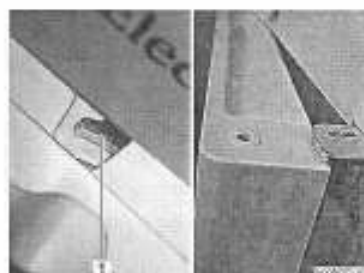

Fig. 166 Porte du réfrigérateur en position de ventilation (Dometic Série 7)
- Pousser le dispositif de verrouillage complètement vers la droite. La porte du réfrigérateur est fixée à l'aide de l'arrêt de porte (Fig. 166,1). La porte du réfrigérateur reste ainsi légèrement ouverte (Fig. 166).